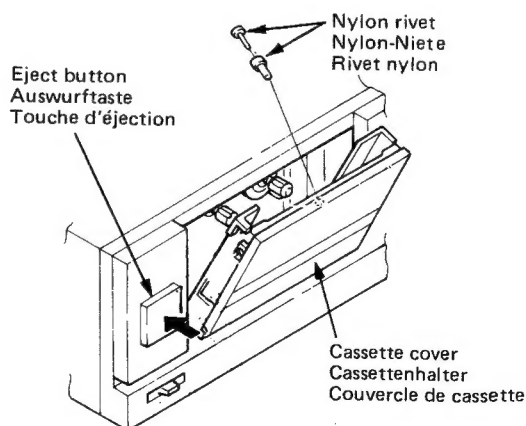

Fig. 2 Abb. 2
### 3. Cassette Cover (Fig. 2)
## 3. Cassettenhalter (Abb. 2)
3. **Couvercle de cassette (Fig. 2)**